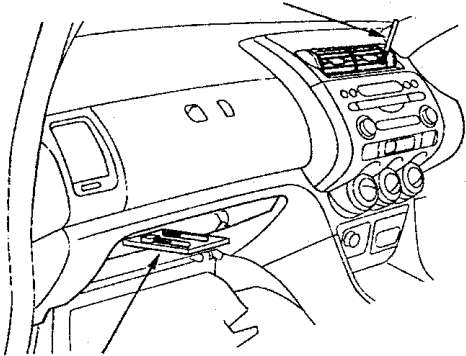

图 10-9 在中心通风出口中插入温度计
- 2) 如图 10-9 所示, 在中心通风出口中插入温度计, 在继续进行之前, 确定相对湿度和环境温度。